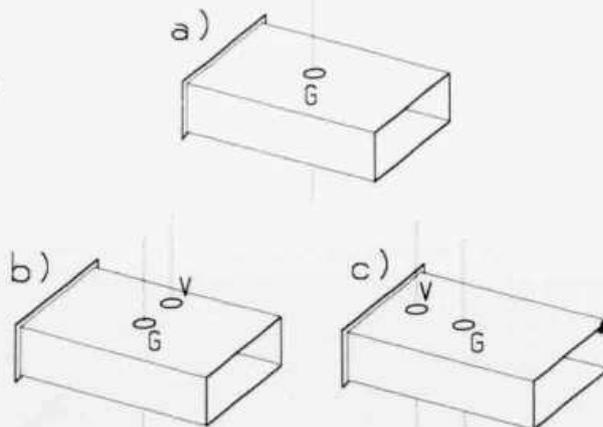

Figure 2: Trois manières de réaliser l'oscillateur à diode Gunn.
Un autre moyen de moduler l'émetteur en fréquence est la diode varicap (figure 2).
Sur la figure 2, nous voyons trois manières de réaliser l'oscillateur. On n'a représenté que le guide d'ondes muni d'un court-circuit (plaquette métallique soudée) à une extrémité et la ou les diodes. En a): diode Gunn seule placée à une demi-onde-guide du court-circuit. C'est la solution que nous avons retenue pour sa simplicité.
La cavité esquissée à la figure 2 a simplement été prolongée et fermée à l'autre extrémité par un second court-circuit. A un quart d'onde-guide de celui-ci se trouve une fiche SMA ou N, réalisant ainsi une classique transition guide-coax. La tige de 3 mm soudée à la fiche se comporte simplement comme une antenne quart d'onde, extrayant la HF du guide. Noter que le quart d'onde dans le guide (A) n'est pas le même que le quart d'onde dans l'espace (D).